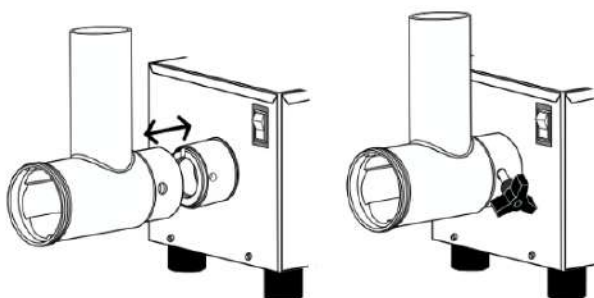

FIG. 2 POSICION CORRECTA DE LA PERILLA
2.- Para retrar el cabezal (8) gire la perilla (10) en contra de las manecillas y jale hacia atras el cabezal. **(Ver Fig 2)**.
a) Después de ensamblar el cabezal (8), gire la perilla (10) en sentido horario para fijar el cabezal **(Ver Fig. 2)**.
b) La navaja (5) debe insertarse con el filo hacia enfrente, en la flecha del gusano.
c) Posicione el cedazo (4) centrado contra la navaja (5) asegurando que la muesca coincida con el pin insertado en el cabezal.